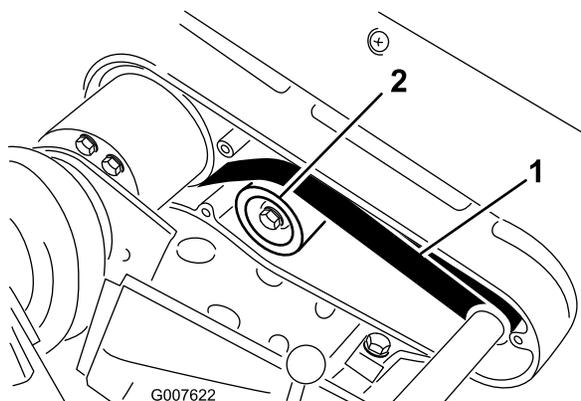

図 42
- プーリ間の中央部で（図 42）、は 22~26 N 程度の力でベルトを指で押して点検する。ベルトのたわみが 6 mm 程度あれば適正とする。
- アイドラプーリ固定ナットをゆるめ、プーリをベルトの背に押しつけて、適当な張りを出す（図 42）。